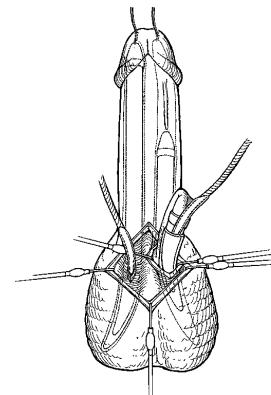
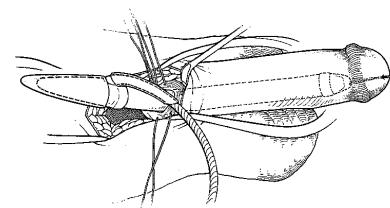

Figura 4-14a. Penoescoltal: inserción de los cilindros
Figura 4-14b. Intrapúbica: inserción de los cilindros
15. Pliegue el cilindro hacia atrás sobre sí mismo y empuje su extremo proximal para introducirlo en la raíz del pene mientras estira suavemente el extremo distal del pene (**Figura 4-14a**, **Figura 4-14b**). Como alternativa, coloque la porción en forma de "U" del instrumento proximal en la unión entre el tubo de salida y el cilindro, y use el instrumento para introducir el extremo proximal del cilindro en la raíz del pene, mientras estira suavemente el extremo distal del pene. El lado más plano del instrumento debe estar orientado hacia el cilindro.